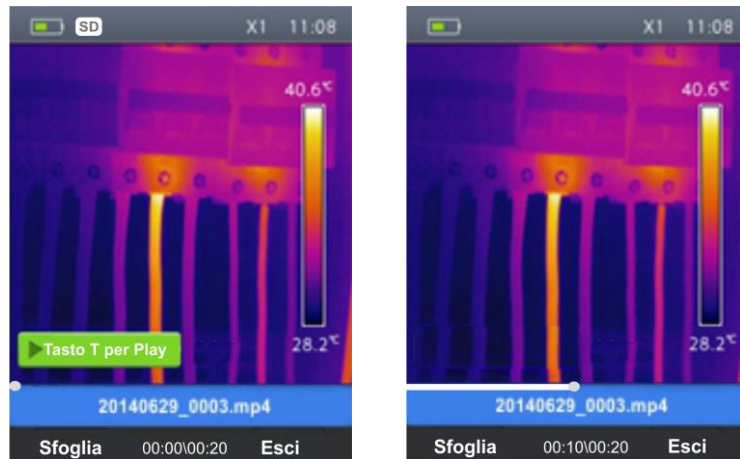

Fig. 33: Riproduzione video a display
1. Premere il tasto  e richiamare il video a display (vedere Fig. 33 – Parte sinistra)
4. Premere il tasto **T** (Trigger) per attivare la riproduzione del video. Un cursore ed una barra di avanzamento sono mostrati a display (vedere Fig. 33 – Parte destra)